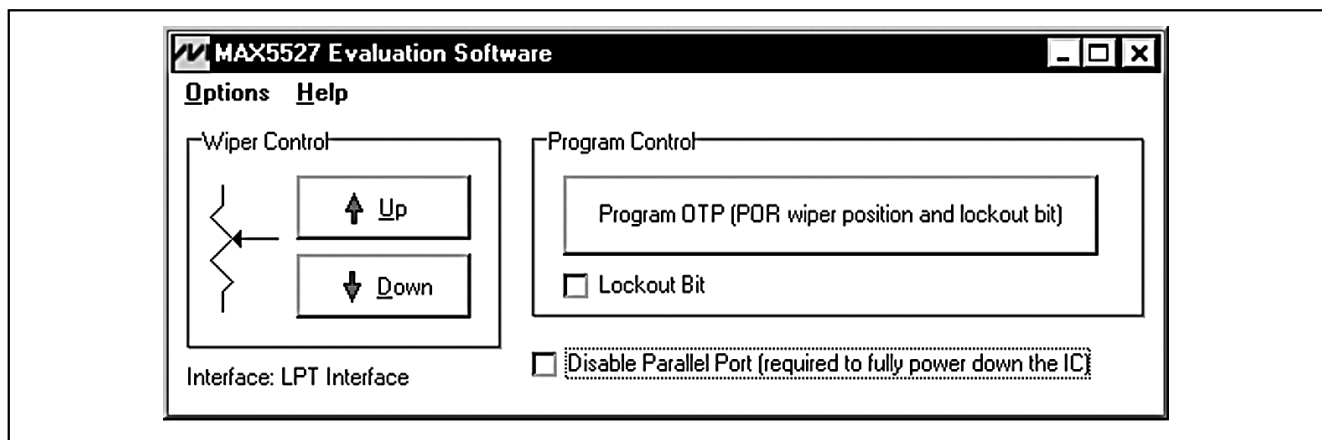

図1. MAX5527のEVキット用ソフトウェアのメインウィンドウ
- プログラムが自動的にMAX5527を検出し、メインウィンドウ(図1)が表示されるまで待ちます。これでMAX5527はデフォルトのパワーオンリセット(POR)モードになります(未プログラムのデバイスの場合、ワイバはスケール中央になります)。